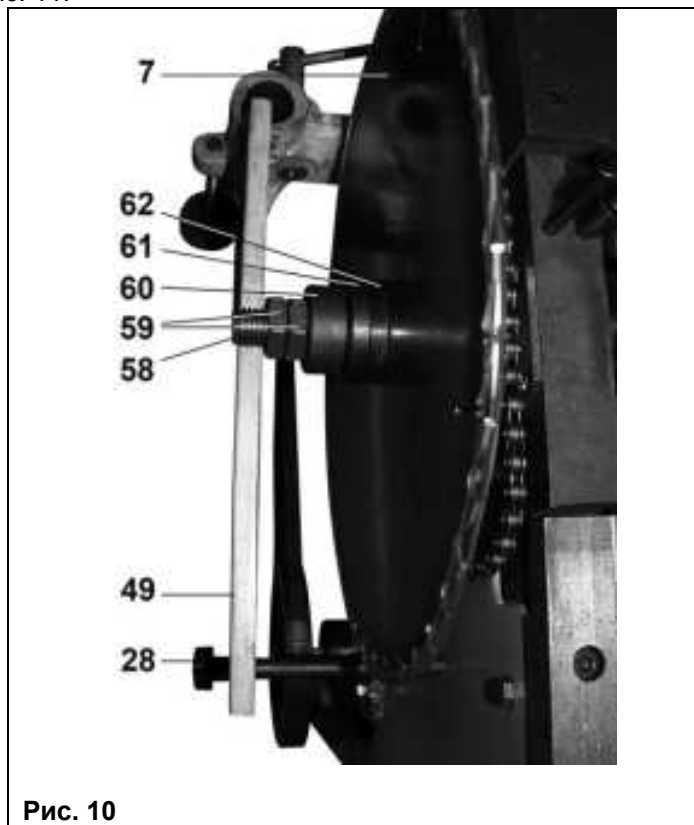

Рис. 10
8.2.5. На рабочий вал (58), (Рис. 10) в соответствии с направлением вращения, установите пильный диск (7), в зависимости от посадочного отверстия (25,4 мм или 30 мм) установите наружный фланец (62). Для надёжного крепления пильного диска (7) перед гайкой (59) на рабочем валу (58) установите промежуточное кольцо (60) и кольцевые прокладки или свободный фланец (61).